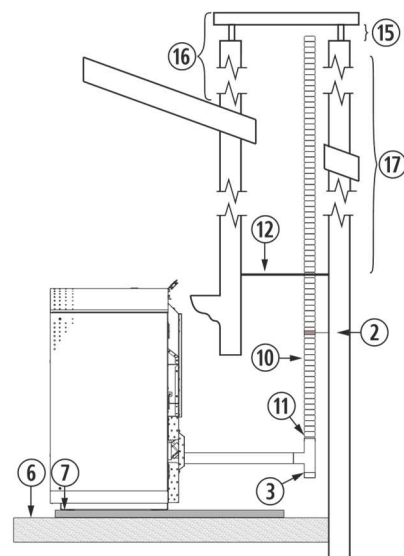

Figura 10
4.28. L'installazione di una stufa ad incasso in un caminetto può essere realizzata in completa totalità in un tubo flessibile, così come è indicato nella *figura 10*. Dobbiamo prestare speciale attenzione al momento di realizzare l'isolamento tra il caminetto e il tubo di fuoriuscita di gas per evitare possibili arretramenti di gas in caso di tormenta.